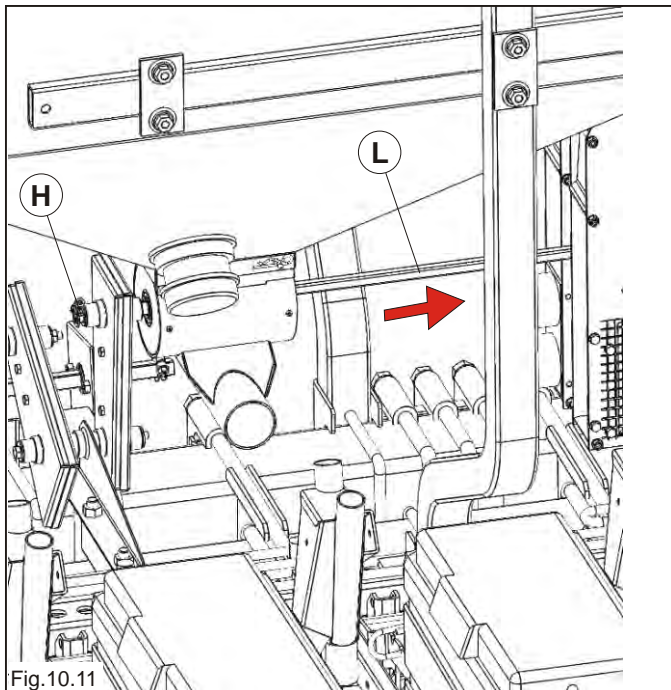

Fig.10.11
- Die Achssperre **H** entfernen. (Abb.10.11);
- Achse **L** herausziehen (Abb. 10.11);